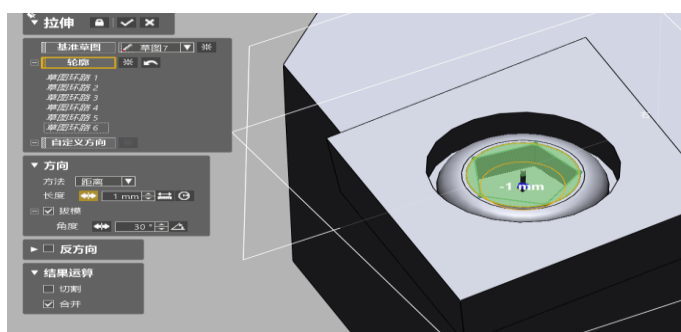

图 4.87 拉伸设置
29) 点击菜单栏模型〉(创建实体下)拉伸图标, 弹出拉伸对话框, 对话框设置如图 4.87 所示, 点击确定完成。